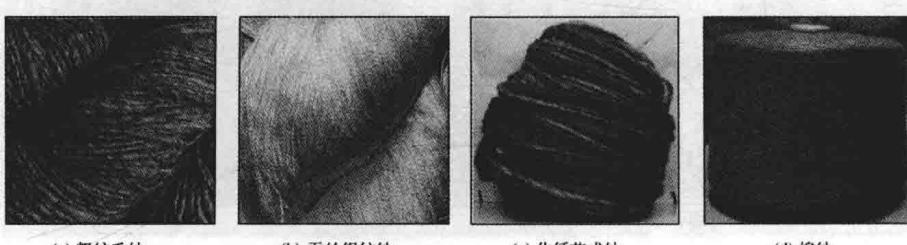

图 1-2 纱线
(2) **纱线** 由短纤维经纺纱或长丝纤维并合、变形加工形成的连续柔性长条(图 1-2)。按纱线中纤维的长短,分为短纤维纱、长丝纱和长短复合纱三类。